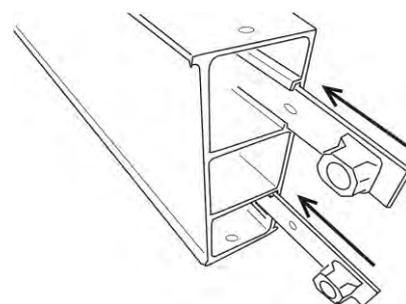

図1
- ①図1を参考に、アルミ・リア・バンパーの2箇所の溝に付属の取付ステーを2ヶずつ挿入してください。